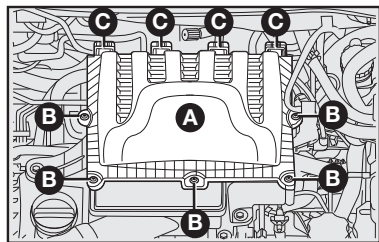

fig. 7
## SUBSTITUIÇÃO - fig. 7 e 8
- Retirar os parafusos **B-fig. 7**, que fixam a tampa **A-fig. 7** do motor.
- Empurrar a tampa para trás para liberá-la das travas **C-fig. 7**.
- Instalar o filtro e recolocar a tampa **A-fig. 7**, certificando-se da correta fixação.